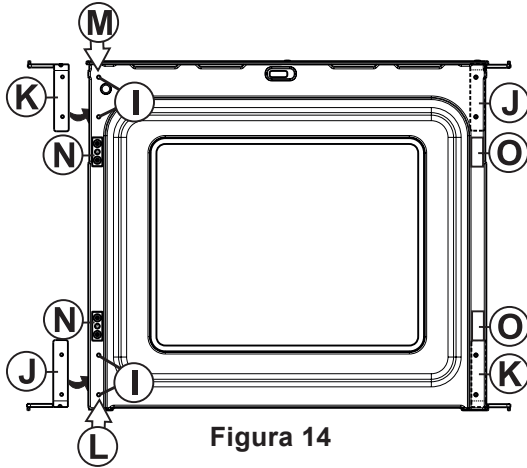

Figura 14
- 4.3.5. Quite los cuatro (4) topes (ver I, Figura 14) situados en el lado izquierdo de la puerta interior. Guárdelos para el paso 6.3.11.
- 4.3.6. Quite los dos (2) topes de plástico (ver O, Figura 14) situados en el lado izquierdo de la puerta interior. Guárdelos para el paso 6.3.8.
- 4.3.7. Quite los dos (2) pasadores de pestillo (Posición N, Figura 14) situados en el lado izquierdo e instálelos en el lado derecho (Posición O, Figura 14).
- 4.3.8. Vuelva a colocar los dos (2) topes de plástico que quitó en el paso 6.3.6 de la derecha de la puerta interior (Posición N, Figura 14).
- 4.3.9. Desatornille la bisagra inferior del lado derecho y vuelva a colocarla en la posición superior del lado izquierdo (Ver K, Figura 14).
- 4.3.10. Haga lo mismo con la bisagra situada en la posición superior del lado derecho y vuelva a instalarla en la posición inferior del lado izquierdo (ver J, Figura 14).